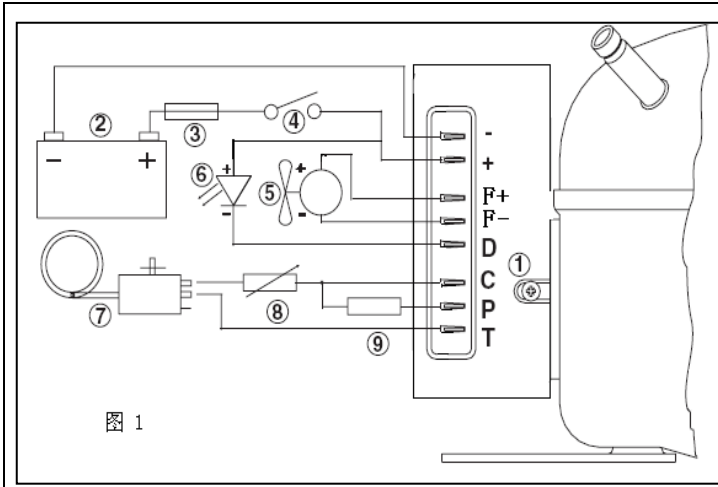

图 1
- 安装方式：如图 1 所示。将控制器三相输出插件紧插在压缩机的接线端上，控制器套入压缩机的装卡片后拧紧螺钉（1）。
- 电源连接：如图 1 所示。a、控制器的电源输入线直接连接至电池的正负极（2），控制器的（-）极连至电池的负极；控制器的（+）极连至电池的正极，否则控制器将不能正常工作，控制器具有电源反接保护。b、为了保护装置，必须在正电源连线中接入一个保险丝（3），并尽可能的靠近电池的正输出极；推荐 12V 系统采用 15A；24V 系统采用 7.5A。c、如果加入主开关（4），则开关的最小通断电流值大于 20A。d、电源线的选择（线径及长度）可参照表 2，否则会因电源连线上的电压降影响到控制器的电池保护点的设置值。
- 电池的保护：如图 1 所示。a、控制器通过检测输入极（+）和（-）之间的电压值来确定停止压缩机及重新启动压缩机，用于保护不同的供电电池。
5、 温度开关：如图 1 所示。a、温度开关（7）连接在控制器的 C、T 端，如果中间不连接任何电阻，则当温度开关闭合时压缩机的运行速度为 2000rpm。b、其他压缩机的设定转速可通过电阻（8）来调节电流（mA）获得，具体电阻数值参照表 4。
6、 外接风扇：如图 1 所示。a、控制器的端子（F+）和（F-）之间可接入一个 12V 的直流风扇（5），风扇的正极连接控制器的（F+）端，负极连接控制器的（F-）端。当控制器的输入电压超出 12V 时，端子（F+）和（F-）之间输出的值总是保持 12V。 **不管输入电压系统是 12V 还是 24V，风扇必须是 12V 的直流风扇。** b、**控制器可持续输出 0.5A 的风扇驱动能力。**
7、 外接 LED 显示：如图 1 所示。a、控制器的端子（+）和（D）之间可接入一个 10mA 的 LED（6）用于显示故障，LED 的阳极连接控制器的（+）端，阴极连接控制器的（D）端。b、当发生故障时，LED 每 3 秒为循环，在每个循环中连续闪烁，根据不同的故障闪烁不同的次数，每次闪烁为 0.4 秒，持续闪烁 3.2 分钟。具体代码和闪烁次数如表 5。